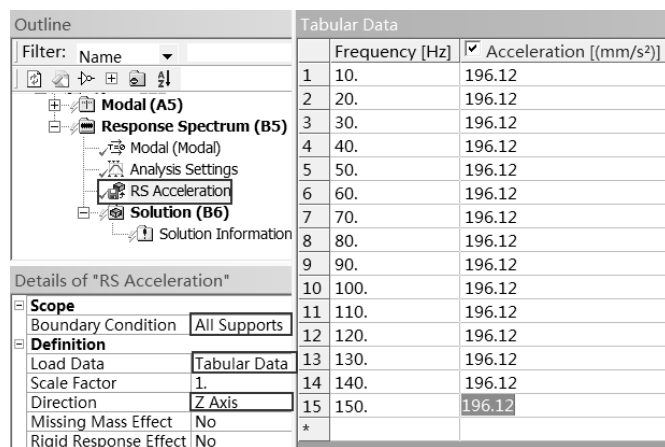

图 8-45 RS Acceleration 面板
Step3：选择 Mechanical 界面左侧 Outline（分析树）中的 Response Spectrum（B5） RS Acceleration（加速度谱激励）命令，在出现的如图 8-45 所示的 Details of “RS Acceleration” 面板中做如下更改。